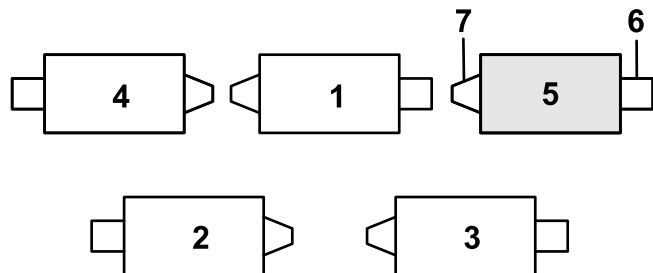

Рисунок 12
- Если в заднем отверстии штока пружины компенсации установлен игольчатый шплинт, извлеките его и вставьте в отверстие рядом с кронштейном (Рисунок 12).